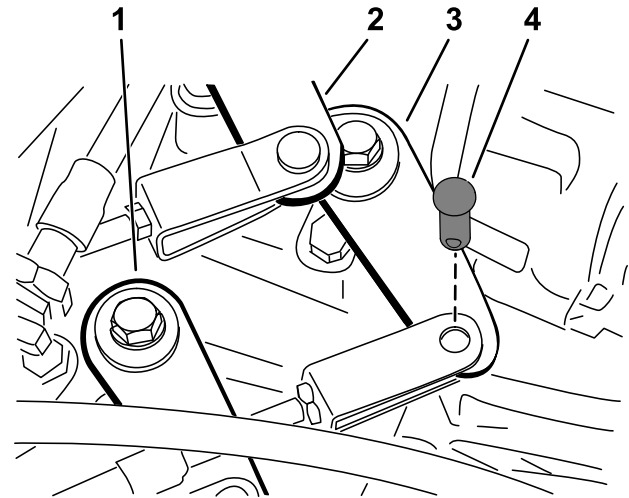

Figure 44
2. Enlevez les axes de chape qui fixent les câbles aux bras sélecteurs de la boîte-pont (Figure 44).
1. Enlevez l'axe de chape qui fixe le câble de gamme haute/basse à la boîte-pont (**Figure 44**).